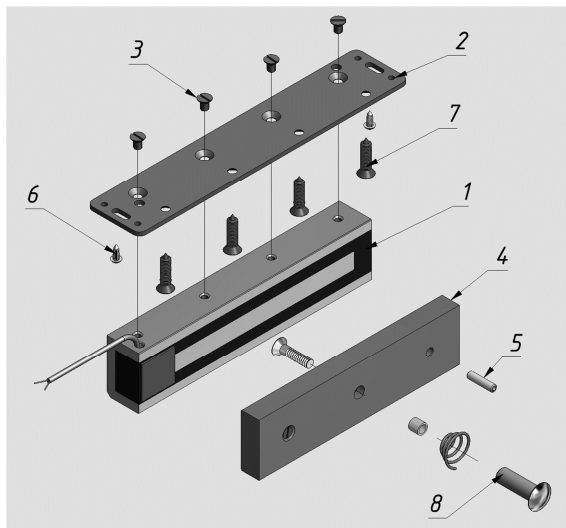

Рис. 1
**AL-350FB-01** входит (рис.1):
- корпусная часть (1) -1 шт.
- пластина (2) -1 шт.
- винт М5х8 (3) -4 шт.
- штифт (5) -1 шт.
5.4 Для обеспечения эксплуатационных параметров замка якорь при закрывании двери должен плотно прилегать к рабочей поверхности корпусной части, что достигается смещением корпуса замка вдоль регулировочных пазов пластины. Окончательное крепление корпуса замка выполняется саморезами (поз.7 рис.1).